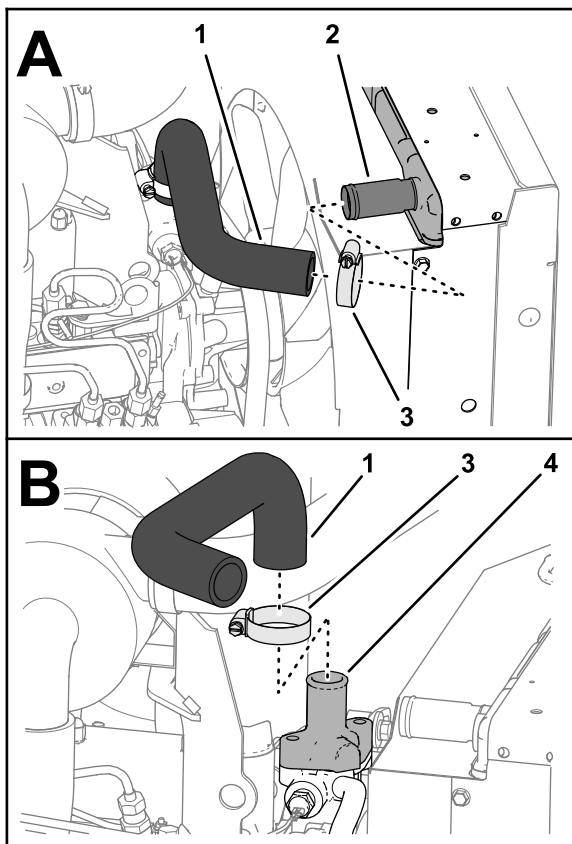

Рисунок 17
4. Снимите шланговый хомут, который крепит верхний шланг радиатора к впускному патрубку радиатора, и отсоедините шланг от радиатора (Рисунок 17).
5. Снимите шланговый хомут, который крепит верхний шланг радиатора к корпусу термостата двигателя, и отсоедините шланг от двигателя (**Рисунок 17**).